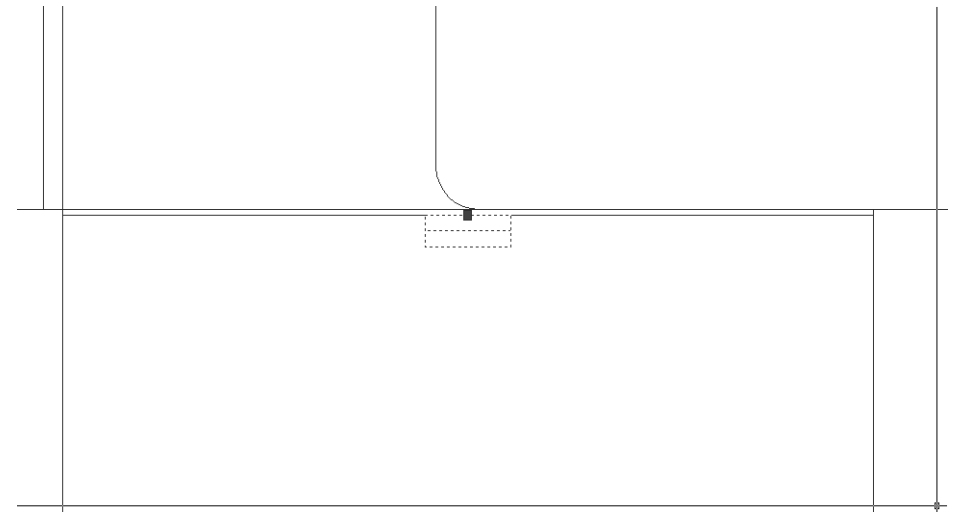

Рис. 7.36 ▼ Чертеж ручки вставлен из файла в виде ссылки на блок **Ручка**
17. Вставьте появившийся возле указателя-перекрестия блок на место предыдущего чертежа ручки (рис. 7.36).